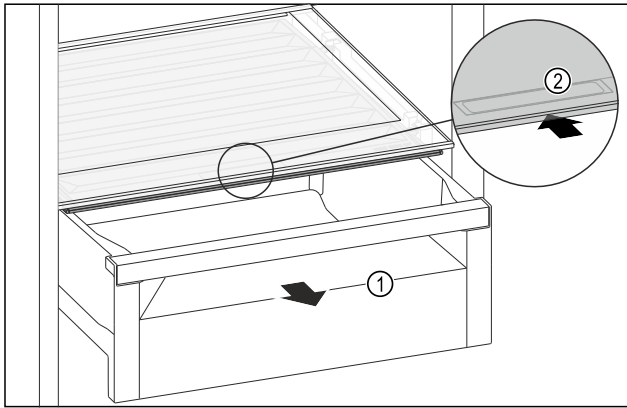

Fig. 154
- ▶ Schubfach Fig. 154 (1) herausziehen.
- ▶ Griffmulde Fig. 154 (2) am Fachdeckel anfassen und Fachdeckel gleichzeitig nach hinten schieben.